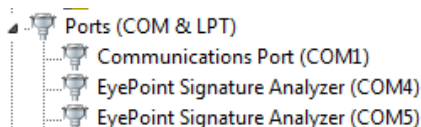

Рисунок 7. Отображение устройств после установки драйвера
9. После установки драйвера в разделе устройств «Порты (COM и LPT)» должны появиться два устройства EyePoint Signature Analyser (рисунок 7).